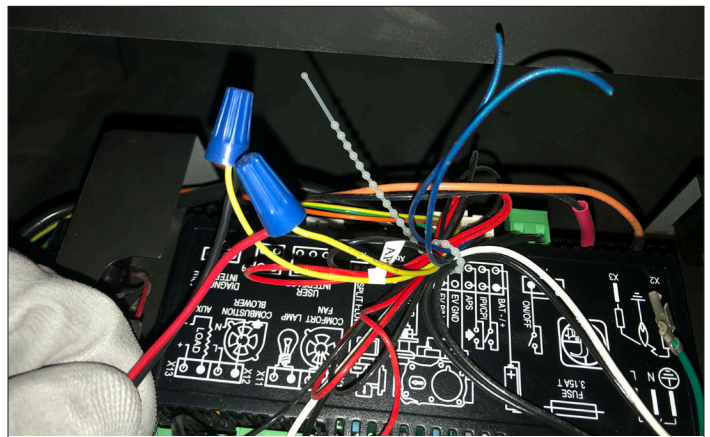

Figure 4.8, Serre-fils installés aux fils identifiés «APS»
4. Le faisceau de câble du Power Vent comporte un fil noir (porteur de tension) séparé avec deux connexions femelle à branchement rapide aux deux extrémités. Branchez-les aux fils noirs (connexions à branchement rapide) sortant du module de contrôle, à l'emplacement de connexion X12 du ventilateur de combustion. Voir Figure 4.6 et Figure 4.8.